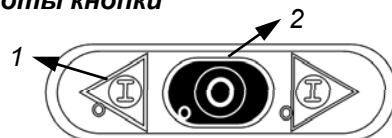

рис. 5.3.1
5.3 - Проверка эффективности работы кнопки аварийного останова (рис. 5.3.1)
5.4 - Запуск машины (рис. 5.3.1)
«1» на рис. 5.3.1, предварительно вставив вилку в розетку электросети, и машина начнет работать.
5.5 - Остановка машины (рис. 5.3.1)
Для остановки машины достаточно нажать кнопку останова «2» на рис. 5.3.1, и машина остановится.